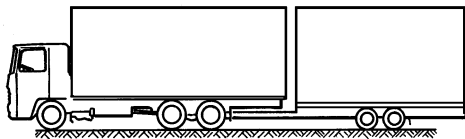

Abb. 4 Zugfahrzeug mit Starrdeichselanhänger
- **Vorderachse des Gelenkdeichselanhängers** (Abb. 4) **entbremsen**
Beim Einkuppeln eines Starrdeichselanhängers (s. Abb. 4) Folgendes beachten: